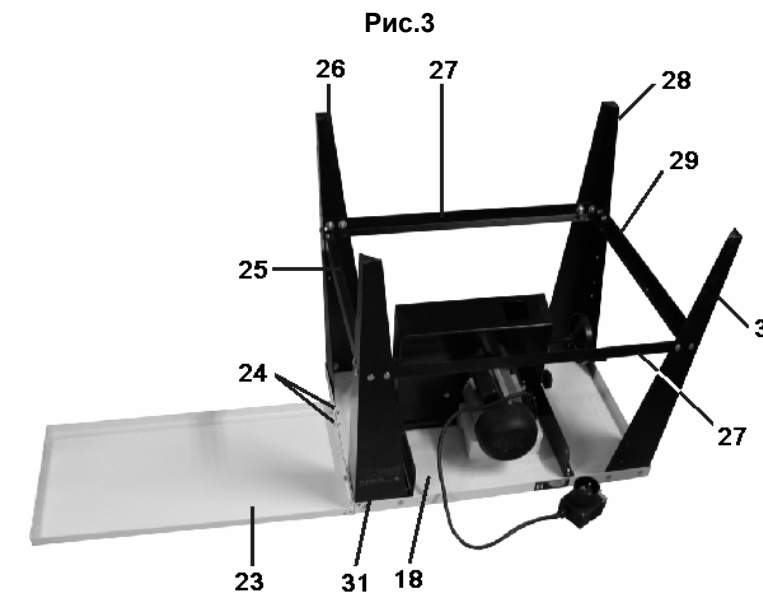

Рис.3
8.1.3. Установите дополнительную плиту (23) и переднюю ножку (31) с двумя отверстиями для крепления кронштейна узла колес на приемную часть рабочего стола (18) с помощью двух болтов М6 с шестигранными головками (24), трех болтов М8 с круглой головкой и квадратным подголовником, одного болта М8 с шестигранной головкой, шайб и гаек, Рис.3. **Не затягивайте гайки.**
8.1.4. Установите заднюю ножку с двумя отверстиями для крепления кронштейна узла колес (26) на приемную часть рабочего стола (18) с помощью четырех болтов М8 с круглой головкой и квадратным подголовником, шайб и гаек, Рис.3. **Не затягивайте гайки.**
8.1.5. Установите заднюю ножку с двумя отверстиями для крепления ручек (28) на подающую часть рабочего стола (18) с помощью четырех болтов М8 с круглой головкой и квадратным подголовником, шайб и гаек, Рис.3. **Не затягивайте гайки.**
8.1.6. Установите переднюю ножку с отверстиями для крепления узла магнитного пускателя и двумя отверстиями для крепления ручек (30) на подающую часть рабочего стола (18) с помощью четырех болтов М8 с круглой головкой и квадратным подголовником, шайб и гаек, Рис.3. **Не затягивайте гайки.**
8.1.7. Установите короткую планку (отверстиями для крепления штаг дополнительной плиты вверх) (25) на ножки (31 и 26) приемной части рабочего стола (18) с помощью четырех болтов М8 с круглой головкой и квадратным подголовником, шайб и гаек, Рис.3. **Не затягивайте гайки.**
8.1.8. Установите короткую планку (29) на ножки (28 и 30) подающей части рабочего стола (18) с помощью четырех болтов М8 с круглой головкой и квадратным подголовником, шайб и гаек, Рис.3. **Не затягивайте гайки.**
8.1.9. Установите длинные планки (27) на ножки рабочего стола с помощью восьми болтов М8 с круглой головкой и квадратным подголовником, шайб и гаек, Рис.3. **Не затягивайте гайки.**